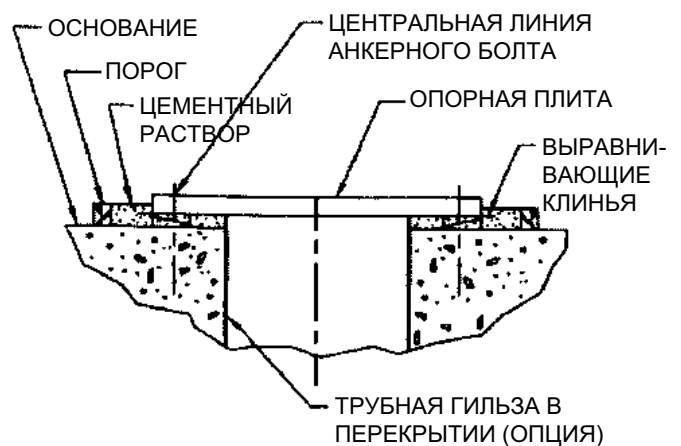

Рисунок 6
2. Выстроить порог вокруг основания (см. рисунок 6). Тщательно увлажнить основание. Следует обратиться к инструкциям изготовителя цементного раствора.